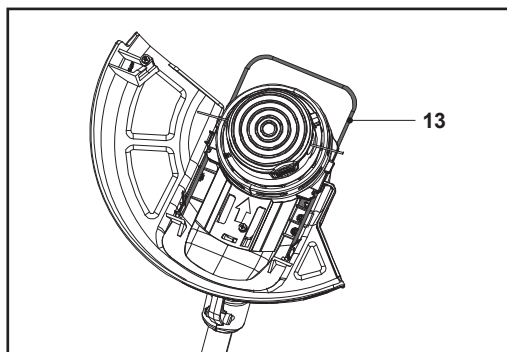

Fig. 11. Position de rangement
2. Rentrer le protecteur de plantes (13) pour le transport et le rangement (Fig. 11).